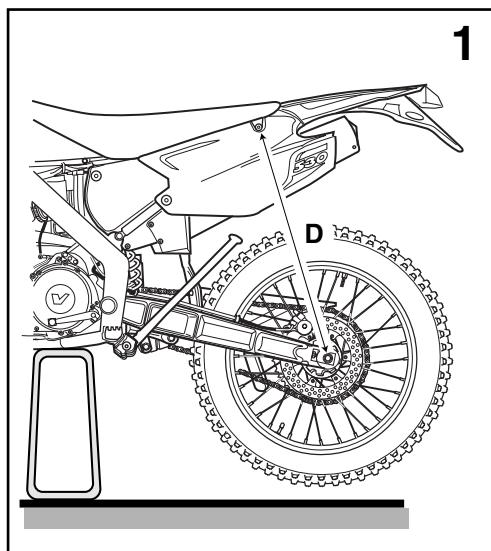
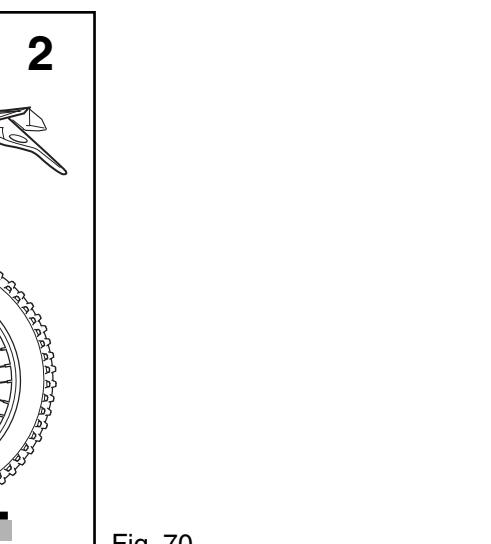
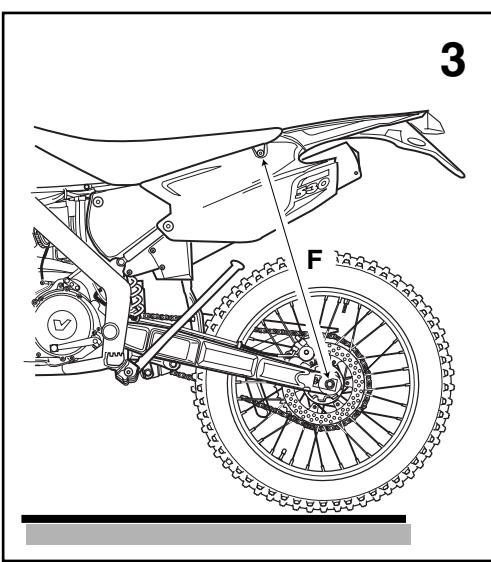

Fig. 69
Fig. 70
Fig. 71
1. Misurare la distanza "D" (Fig.69) da terra con la motocicletta senza conducente in sella, posta su uno sgabello e con gli ammortizzatori estesi come indicato dalla figura.
Misurare la distanza "E" (Fig.70) che deve essere ora 90-100 mm inferiore a "D" (Fig.69). Se la distanza non coincide regolare la precarica della molla agendo sui registri (Fig.72).
4. Fare scendere il conducente e misurare la distanza "F" (Fig.71) che dev' essere 30 mm inferiore a "D" (Fig.69).
1. Measure the distance "D" (Fig. 69) when the motorcycle is supported on a stand so that the shock absorbers are fully extended as shown in the figure.
2. Remove the stand and sit in the seat, with both feet resting on the footrests. Measure distance "E" (Fig. 70), which should now be 90-100 mm less than "D" (Fig. 69). If distance does not match, adjust the spring pre-charge by means of adjusting elements (Fig.72)
4. Get off the seat, and then measure distance "F" (Fig. 71) which should be 30 mm. less than "D" (Fig. 69).
1. Die unbelastete Maschine so abbocken, daß der Stoßdämpfer völlig ausgezogen ist. Den Abstand "D" (Abb.69) messen und notieren.
2. Die Maschine abbocken und mit beiden Rädern auf den Boden stellen. Den Fahrer auf der Sitzbank mit beiden Füßen auf den Fußrasten sitzen lassen. Den Abstand "E" (Abb.70) messen, der um 90-100 mm. kleiner als der Abstand "D" (Abb.69) ist. Wenn die Distanz nicht übereinstimmt, die Federvorspannung mit den Einstellschrauben regulieren (Abb.72).
4. Den Fahrer absteigen lassen und den Abstand "F" (Abb.71) messen, der um 30 mm. kleiner als der Abstand "D" (Abb.69) sein muß.
1. Mesurez la distance "D" (Fig.69) lorsque la moto est déchargée et posée sur chandelle, de façon que les amortisseurs soient entièrement détendus selon la figure.
2. Posez la moto au sol et le motocycliste dessus, les pieds sur les repose-pieds. Mesurez la distance "E" (Fig.70) , qui doit être de 90 à 100 mm. plus courte que "D" (Fig.69) . Si la distance ne coïncide pas, régler la pré-contrainte du ressort, en agissant sur les réglages (Fig.72).
4. Moto déchargée, mesurez la distance "F" (Fig.71), qui doit être plus courte de 30 mm. que "D" (Fig.69).